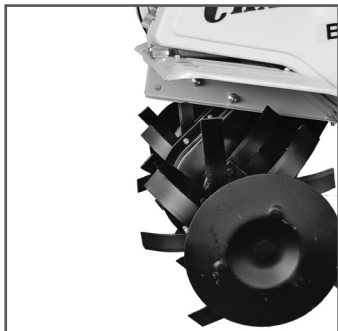

Рис. 18 Кронштейн с транспортировочным колесом снят
2. Снимите кронштейн с транспортировочным колесом. На Рис. 18 показан мотокультиватор без кронштейна с транспортировочным колесом.